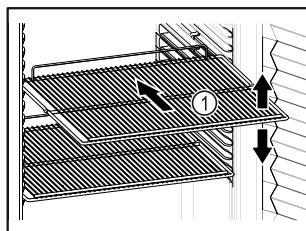

Fig. 60 Representación a modo de ejemplo
- Si los estantes de rejilla Fig. 60 (1) se pueden colocar en distintas posiciones, ajustarlos en altura.